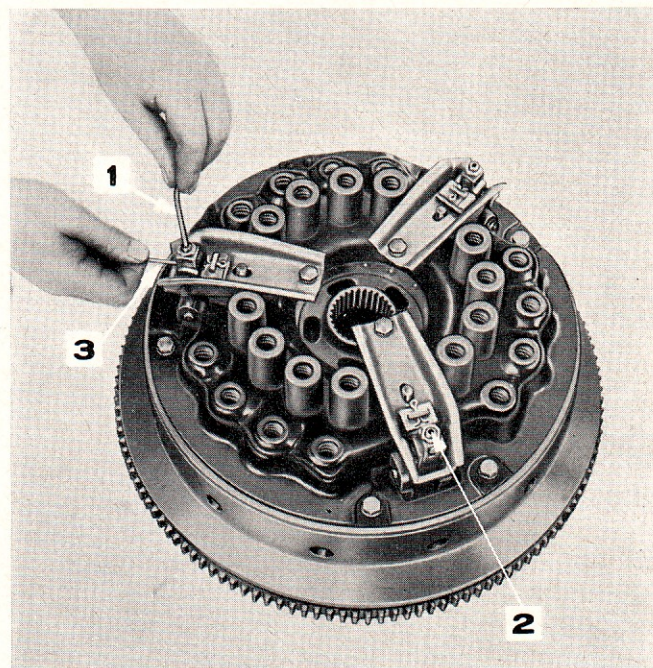

Figure 36: Réglage du jeu de l'embrayage de prise de force
14. Régler la vis Allen située au sommet de chaque biellette d'attelage du plateau de prise de force, de façon que, la biellette étant maintenue par le centre, qu'il soit tout juste possible de passer la queue d'un foret No. 54 entre l'extrémité de la vis et la barrette de poussée du doigt de débrayage. (Figure 36).